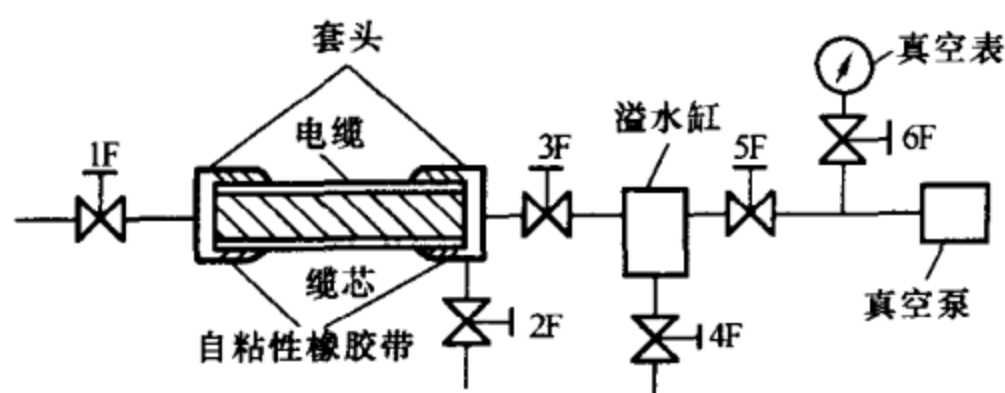

图 3-81 用真空泵吸电缆缆芯内部的水示意图
(1) 抽去电缆线芯中的水分。当电缆线芯中有较多的水时，应先排除明显的水分。处理线芯内部的水，可用真空泵吸出线芯内部的水。如图 3-81 所示，离电源较近的电缆一端（以下称甲端）接上真空泵，电缆另一端（以下称乙端）做好封闭。当真空度在 533 ~ 400Pa (4 ~ 3mmHg) 时即可见水分进入溢水缸内。
如图 3-81 所示连接，套头可用透明材料，套在电缆上用自粘性橡胶带包绕扎紧封闭。乙端封闭后打开甲端 3F、5F 两个阀门，关闭 2F、4F、1F 阀门，开启真空泵抽真空。待抽一段时间后再打开 6F 阀门读真空度数值（要防止水进入真空表内）。溢水缸为透明容器，当缆芯中水分多时，真空度很低情况下便可看到水不断地进入溢水缸，到一定容量时（溢水缸内水位达阀门 5F